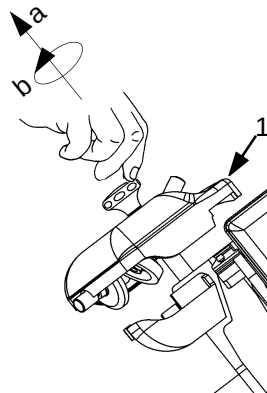

Abb. 41
2. die Kappe der Schleifvorrichtung (1) hochziehen (a) und um 180° drehen (b Abb. 41);